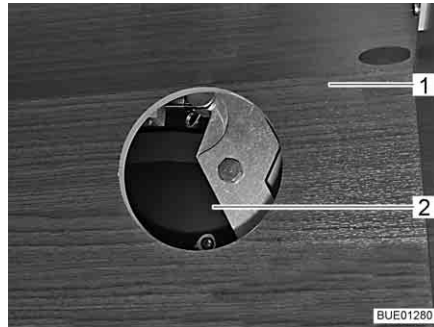

Bild 109 Zugang zum Antrieb
- Je nach Modell die Klappe am Hängeschrank (Bild 109,1) öffnen und Deckel von Zugangsöffnung (Bild 109,2) abziehen.